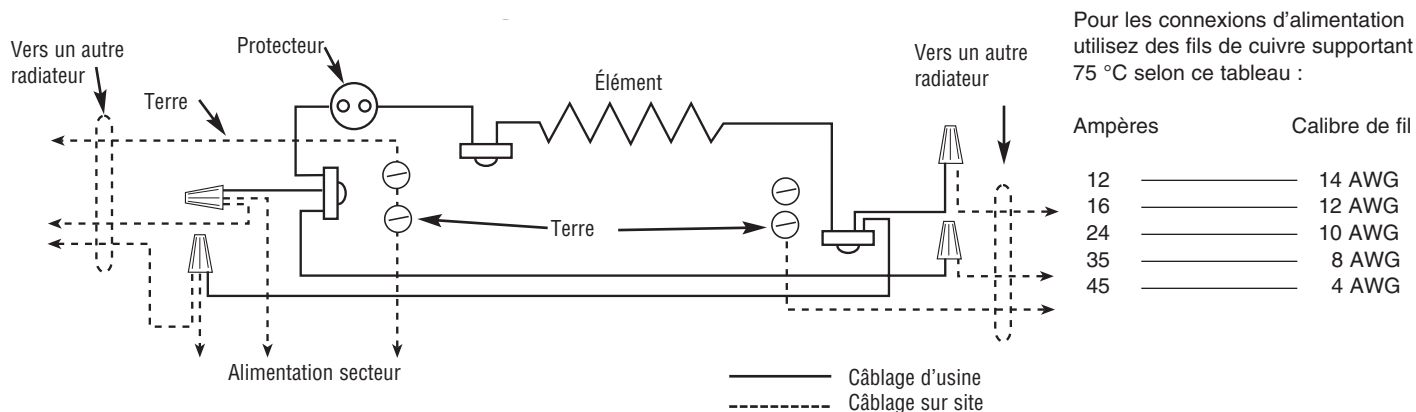

Figure 2 – Schéma de câblage
6. Réalisez les connexions voulues en suivant le schéma de câblage (Figure 2). Le conducteur de mise à la terre doit être relié au fil vert d'arrivée de terre. Remettez en place le couvercle de la boîte de rac-cordement.